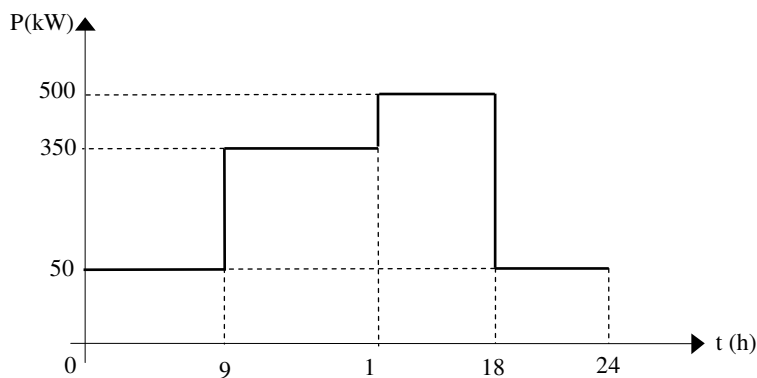

Figura 5 - Curva diária de carga
- Um consumidor industrial possui a curva diária de carga representada na Figura 5. Considerando que nos fins-de-semana a demanda cai 60% em todos os períodos do dia, pede-se determinar: